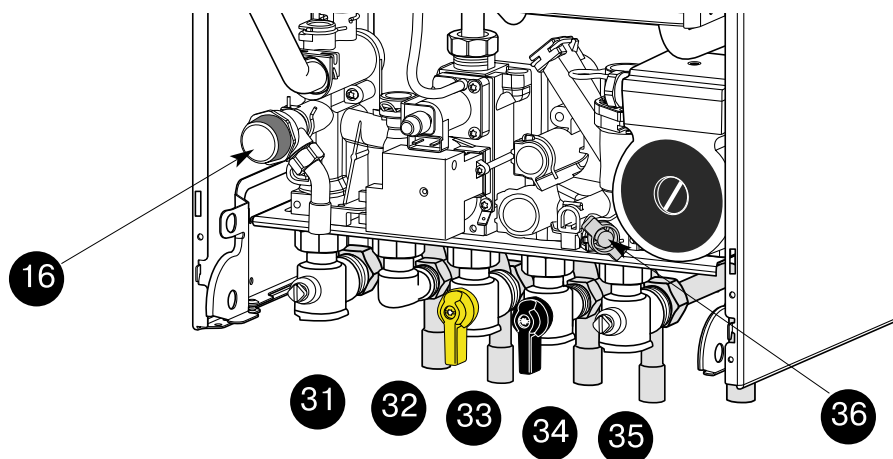

Рис. 20
Краны и клапаны (рис. 20)
3. Откройте кран подачи газа 33 (дополнительно)(рис. 20).
- перекройте подачу газа, повернув кран 33 (рис. 20).